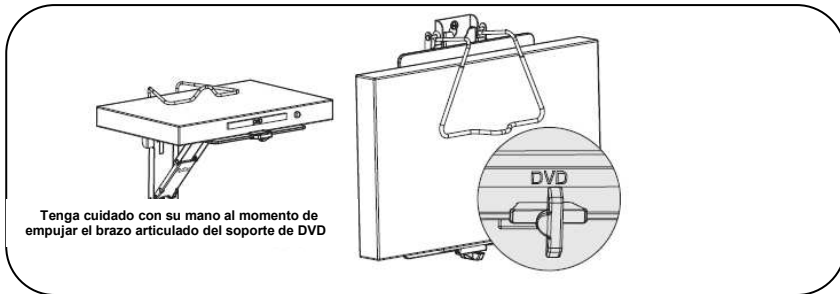

Figura 9
- Puede girar el mando hacia arriba para asegurar la seguridad del equipo, luego doblar el soporte universal para ahorrar espacio cuando no está en uso, como se muestra en la Figura 9.